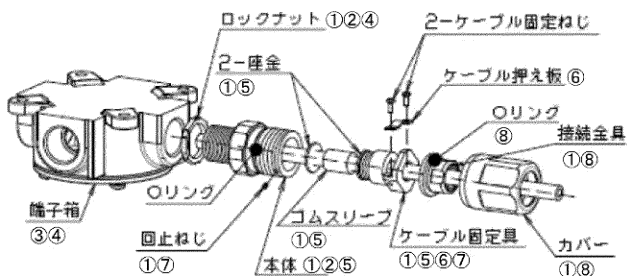

図 2
① ケーブルグラウンドを図2のとおり分離し、ケーブルをケーブルグラウンドに「カバー→接続金具→ケーブル固定具→座金→ゴムスリーブ→座金→本体→ロックナット」の順に通します。